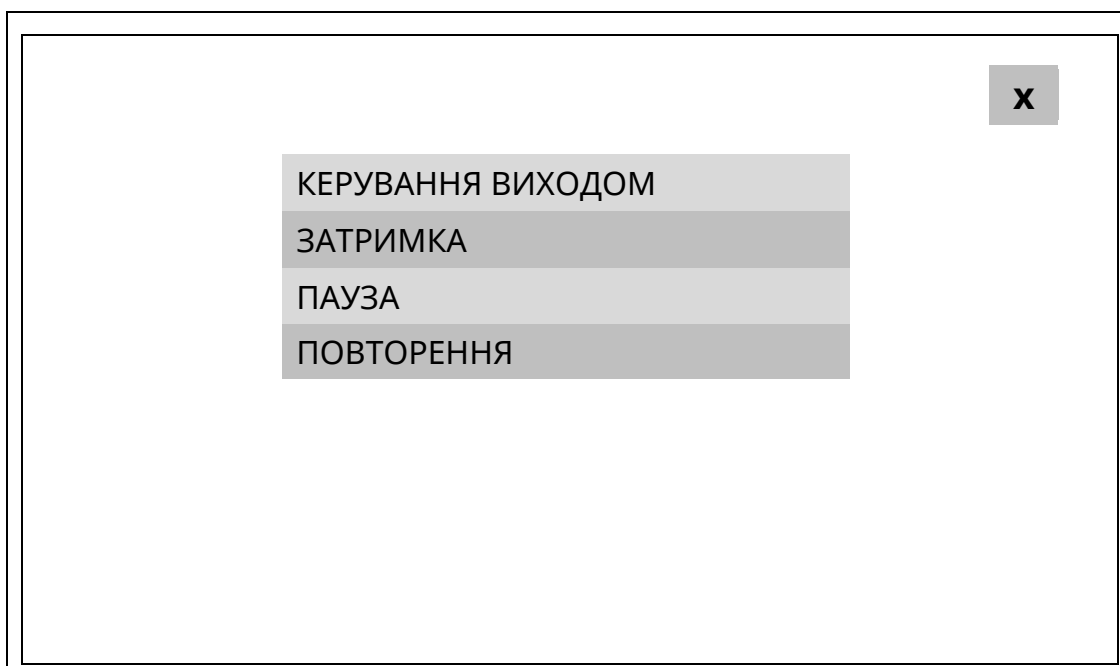

Рисунок 10.19.2 - Перелік дій для розробки сценарію
На дисплеї з'явиться перелік доступних для вибору дій (рис. 10.19.2).
- «Тип» – після дотику до цього рядка відкривається перелік дій рис. 10.19.2, в якому можна змінити раніше обраний тип дії на інший;
- «Тип» – після дотику до цього рядка відкривається перелік дій рис. 10.19.2, в якому можна змінити раніше обраний тип дії на інший.